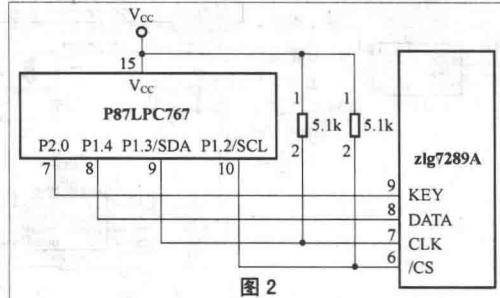

图 2
主控单元与 zlg7289A 这类的芯片通信连接时 9 (P1.3)、10 (P1.2) 两个引脚必须要外接上拉电阻！焊接上两个上拉电阻后（如图 2 所示）一切正常——起初由于与 zlg7289A 的 6 脚 (CS)、7 脚 (CLK) 的两个端口连接 P1.2、P1.3 两个引脚时未意识到其输出是开漏输出，因而也就没去外接上拉电阻了，使得片选信号 (CS) 和时钟信号 (CLK) 不能正常输出，导致数据信号不能正常传送，因而也就没有相应的数据显示了。